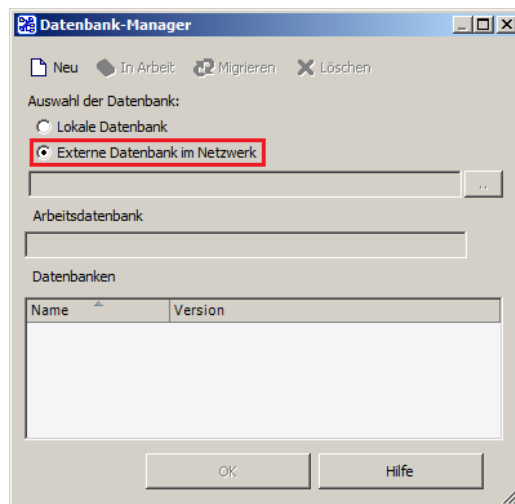

Abbildung 16
- 4.2. In *Schritt 1* (Abb. 16) geben Sie den Installationsordner der Standard Parts als UNC-Pfad ein (z. B.: \\Servername\Ordnername\Solid Edge Standard Parts). In *Schritt 2* klicken Sie auf *Voreinstellungen*. Hierdurch werden die restlichen Pfadangaben automatisch gesetzt.